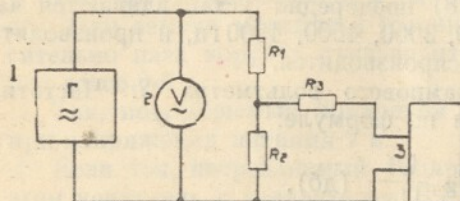

Рис. 8. Схема проверки аппарата в режиме «Запись»
1. Собирается схема согласно рис. 8. К штеккерному гнезду 11 (рис. 3) подключается делитель напряжения ($R_1=100$ ком; $R_2=10$ ом; $R_3=620$ ом).
На вход усилителя, согласно схеме рис. 8, подается сигнал частотой 1000 гц такой величины, чтобы на выходе его между точками «а», «б» (рис. 11) было напряжение 1 в (резистор R3 закорочен).
Для этого на «вход» делителя подается сигнал 500 мв, лимбом звукового генератора 1 (рис. 8) поочередно устанавливаются частоты: 300, 400, 600, 1000, 2000, 3000, 4000, 4500 гц, и производится запись. Записанный сигнал воспроизводится.
— записывается сигнал частотой 1000 гц и напряжением от 0,5 до 2 в через каждые 0,2 в (схема рис. 8);